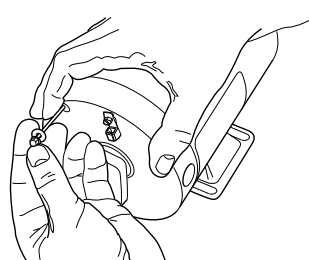
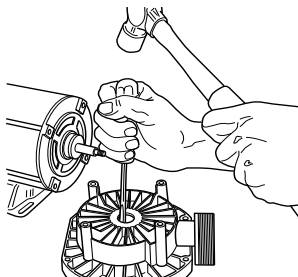

Figure 15
Figure 16
9. Déposer les boulons transversants du moteur (voir la Figure 15). Déposer la plaque d'étanchéité (Réf. n° 9). Chasser la moitié fixe de la bague d'étanchéité de la plaque d'étanchéité (voir la Figure 16).